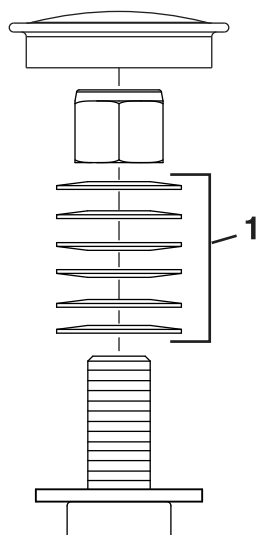

Figura 54
3. Retire el tapón guardapolvo de la rueda giratoria y apriete la contratuerca (Figura 54).
4. Apriete la contratuerca hasta que las arandelas de muelle estén planas, luego afloje ¼ de vuelta para establecer la pre-carga correcta de los cojinetes (Figura 54).
Importante: Asegúrese de que las arandelas de muelle están correctamente instaladas, según se muestra en Figura 54.
5. Coloque el tapón anti-polvo (Figura 54).